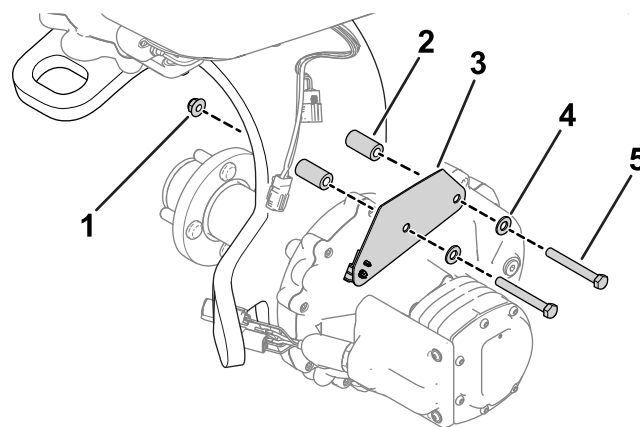

Figur 3
1. Fest klipskontakten til ledningssatsbraketten (Figur 3).